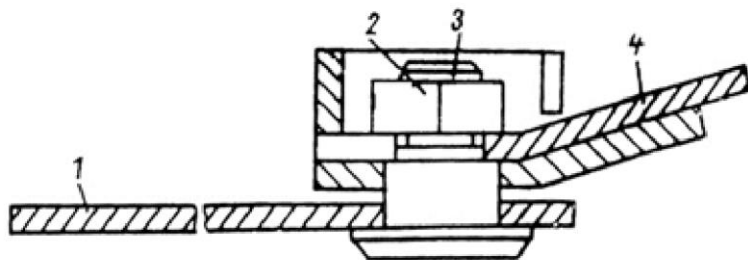

Рис. 16 Крепление ножа
- а) снимите шплинт 2 (рис.16);,
Замену болта специального 3 произведите в порядке, указанном выше. Замена гайки (М14х1,5.6.096 ГОСТ 5919-74). а) снимите шплинт 2 (см. рис.16);